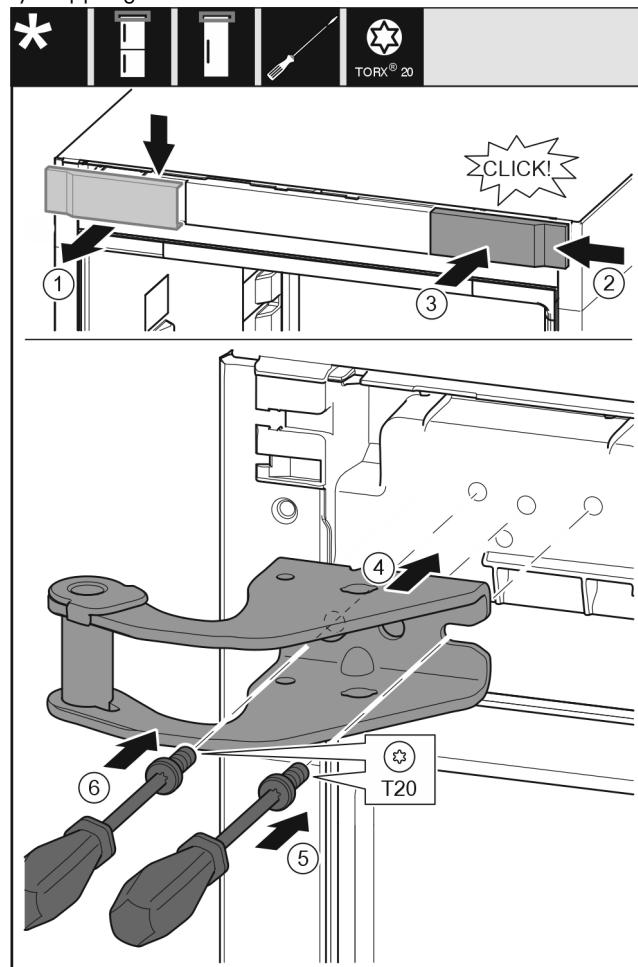

Fig. 14
- Ta av skyddet genom att dra det uppåt och framåt. *Fig. 14 (1)*
- Vrid skyddet 180° och haka i det på andra sidan från höger. *Fig. 14 (2)*
- Tryck fast skyddet. *Fig. 14 (3)*
- Sätt på den övre lagerbocken. *Fig. 14 (4)*
- ▶ Sätt i och dra åt skruven med skruvmejsel T20. Fig. 14 (5)
- ▶ Sätt i och dra åt skruven med skruvmejsel T20. Fig. 14 (6)